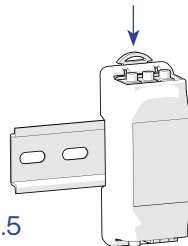

Fig.5
3. L'involucro CT box può essere fissato su guida DIN, bloccata tirando e rilasciando l'apposito gancetto (Fig 5).
3. The CT box enclosure can be mounted on a DIN rail, locked by pulling and releasing the appropriate latch (Fig 5).
3. L'enceinte CT box peut être fixée sur un rail DIN, verrouillée en tirant et en relâchant le loquet dédié (Fig. 5). Pour la connexion, les éléments suivants sont nécessaires:
3. Das CT-Box-Gehäuse kann auf einer DIN-Schiene befestigt werden und wird durch Ziehen und Loslassen des dafür vorgesehenen Riegels (Abb. 5) verriegelt.